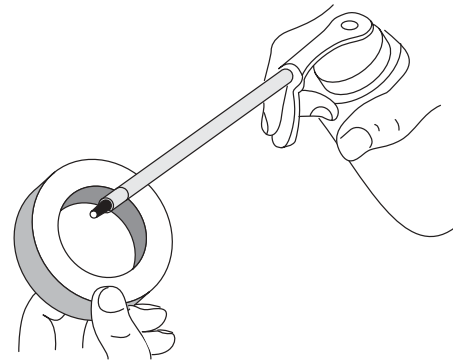

Fig. 23
4. Appliquez assez d'huile propre SAE 30 pour enduire légèrement le filtre (Fig. 23).